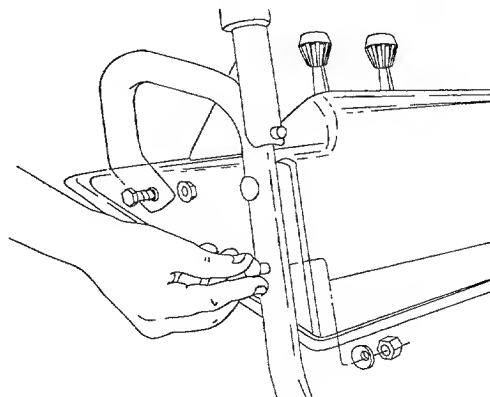

FIGURA 3
- Asegure la parte posterior del panel del mango con dos pernos hexagonales y las tuercas de la brida. Vea la figura 3.
- Asegure con los cuatro pernos del carro, arandelas acopadas (lado acopado contra el panel del mango) y tuercas hexagonales según se muestra en la figura 3. Alinee el contorno del cabezal del perno transportador con el mango.